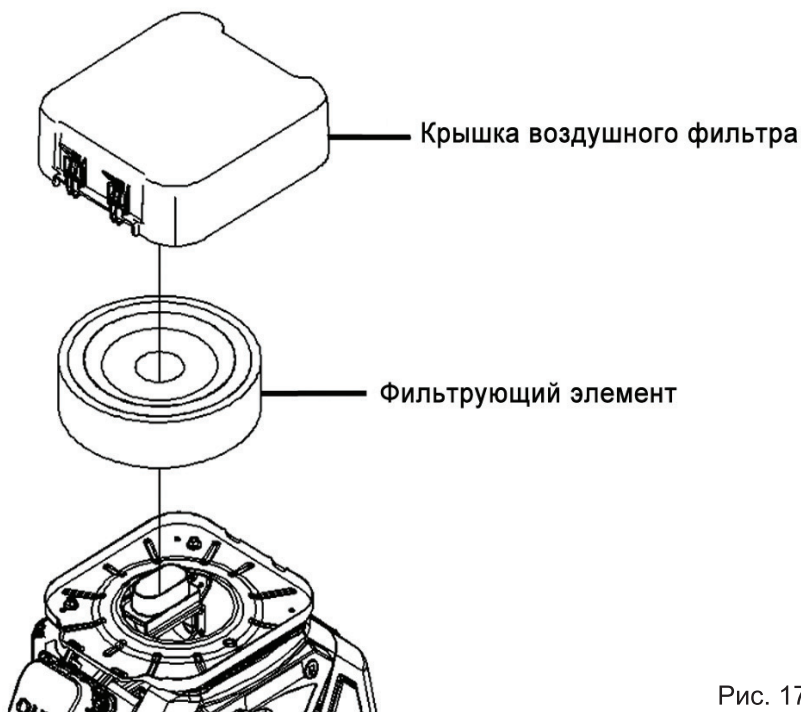

Рис. 17
2. Снимите крышку воздушного фильтра (Рис. 17)